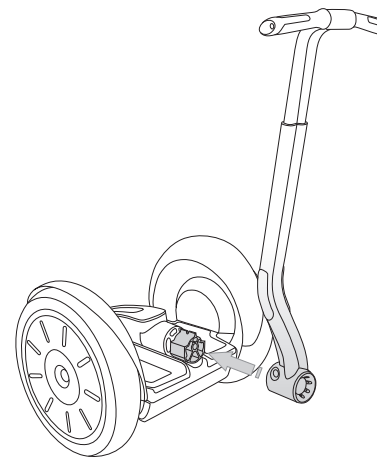

图 3. 从枢轴底座组件固定倾斜操纵架
4. 将倾斜操纵架滑离枢轴底座组件，如图 3 所示。将倾斜操纵架从枢轴底座组件中滑出时应只需最小的力。
6. 要装上倾斜操纵架，请将其滑入枢轴底座组件。请参见图 3。